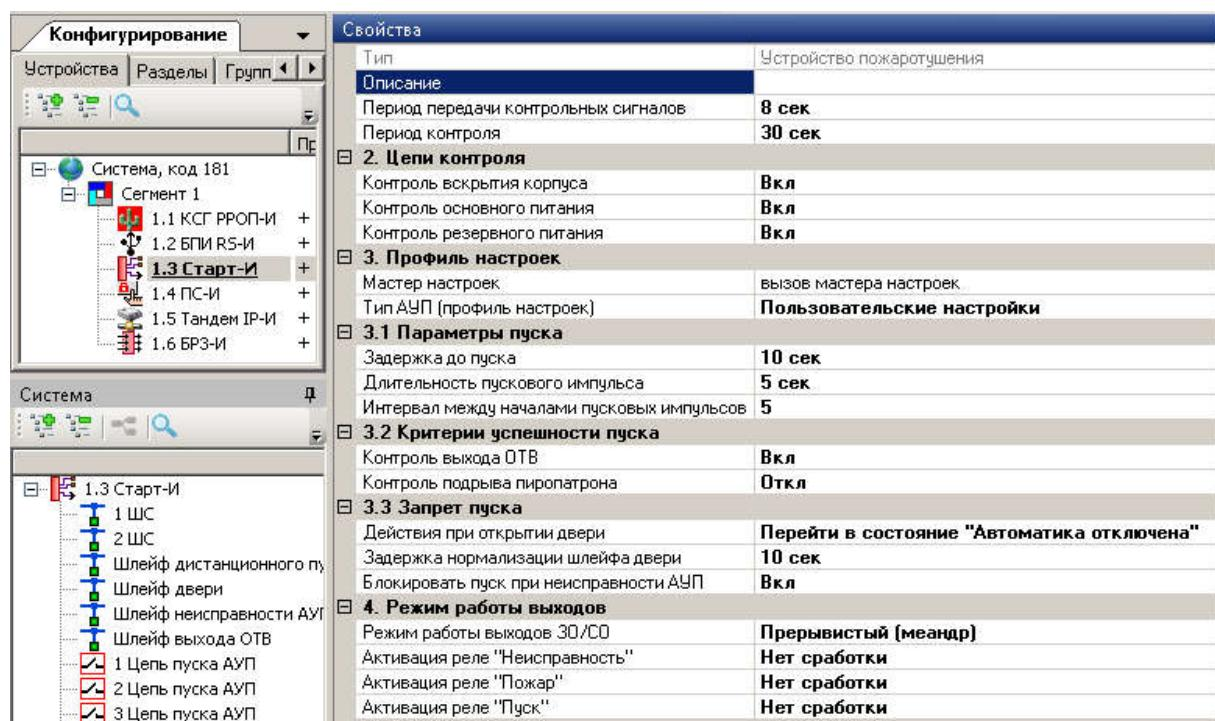

Рис. 32
2.2.1. Для изменения опций конфигурирования Старт-И стандартными средствами ПО "Стрелец-Мастер" необходимо выделить его в дереве устройств (кладка "Устройства"). В окне "Свойства" отображается список параметров конфигурирования Старт-И (рис. 32).